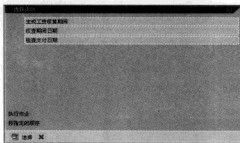

图 6-58 选择“生成工资核算期间”选项
STEP 1 在命令栏输入 SPRO 命令, 通过菜单选择“工资核算→工资核算: 中国→基本设置→工资核算机构→生成工资核算期间”选项, 在弹出的“选择活动”对话框中选择“生成工资核算期间”选项, 如图 6-58 所示。